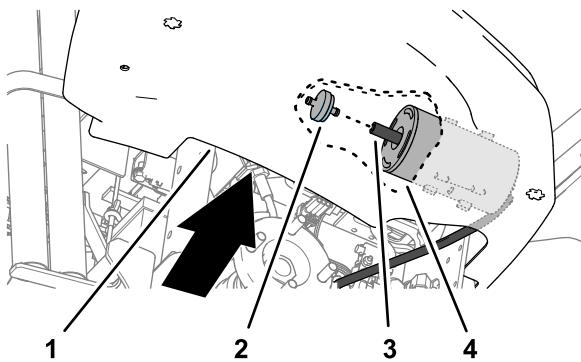

図 32
4. コンソールの下側奥のエッジ部付近にあるカーボンキャニスタフィルタを、キャニスタの所でホースから後方に引き抜く 図 32。
5. 新しいカーボンキャニスタフィルタをホースに取り付ける 図 32。